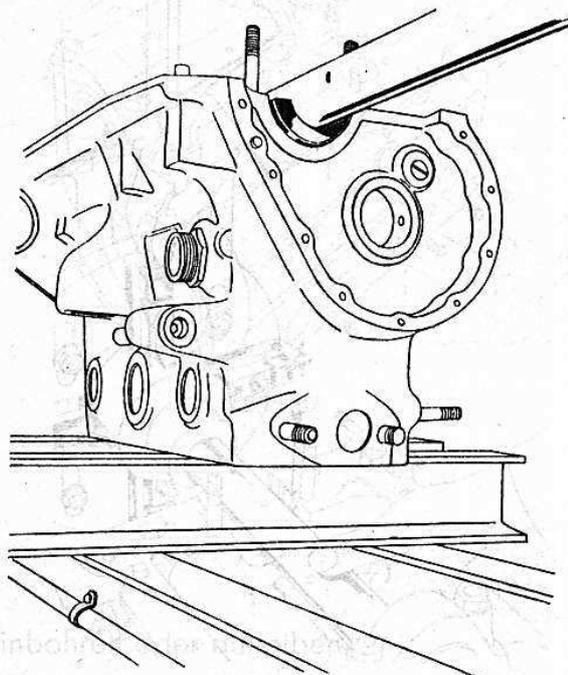

Bild 31
2. Das 1. und 3. Lager wieder entfernen und in die beiden Grundbohrungen je eine Zentrierlagerschale für die Bohrwellen einlegen. Darauf die Bohrwellen einlegen und die seitlichen Führungsbüchsen zunächst hiernach einstellen. Die Bohrwellen etwas anheben und die Zentrierlagerschalen wieder entfernen (Bild 31 und 32).